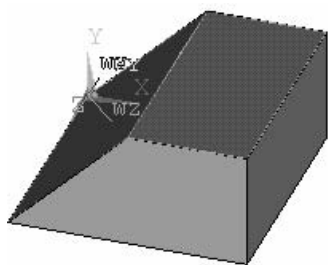
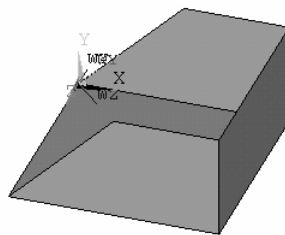

图 2-117 各面被选中
图 2-118 最终的板壳模型
(9) 依次选择 Main Menu>Preprocessor>Modeling>Delete>Area and Below, 弹出“Delete Are...”窗口, 用鼠标选中图形的上表面和左侧的倾斜面(见图 2-117), 单击“OK”按钮, 出现图 2-118 所示的板壳模型。